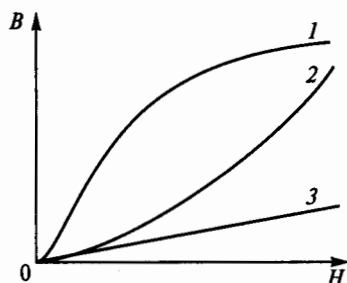

Рис. 40
2.2. Какая из приведенных кривых 1...3 на рис. 40 соответствует зависимости  $B = f(H)$  для катушки с латунным сердечником?
2.3. Какая из приведенных кривых 1...3 на рис. 40 соответствует процессу намагничивания катушки с ферромагнитным сердечником?